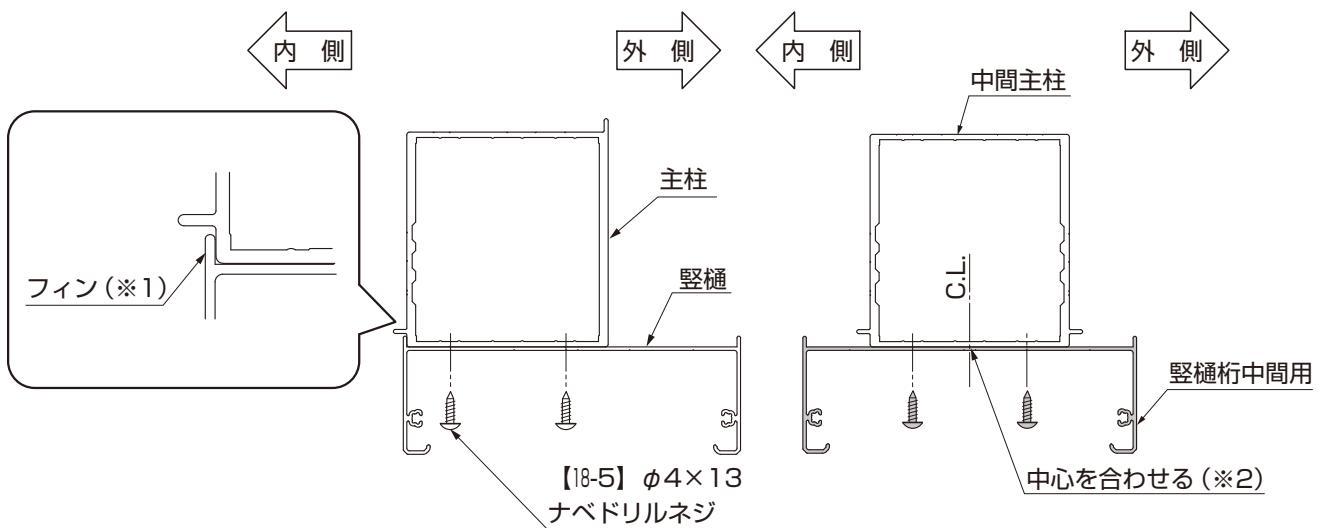

図18-12 豊の取付け(水上側・水下側)
- 水上側と水下側の豊の内側フィン(※1)が主柱の内側にあたるように取付けてください。(図18-12参照)